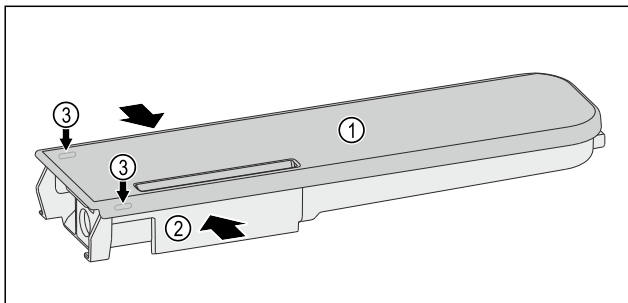

Fig. 132
- Druk het waterreservoir Fig. 132 (2) samen en til het deksel Fig. 132 (1) voorzichtig over de vergrendelingsnokken Fig. 132 (3) en trek het omhoog.
- Beweeg het deksel Fig. 132 (1) licht heen en weer en neem het naar boven toe af.